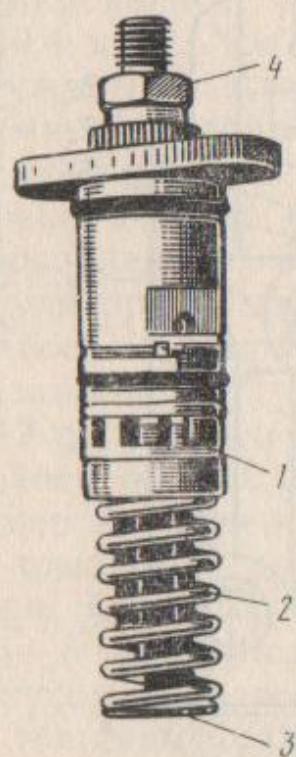
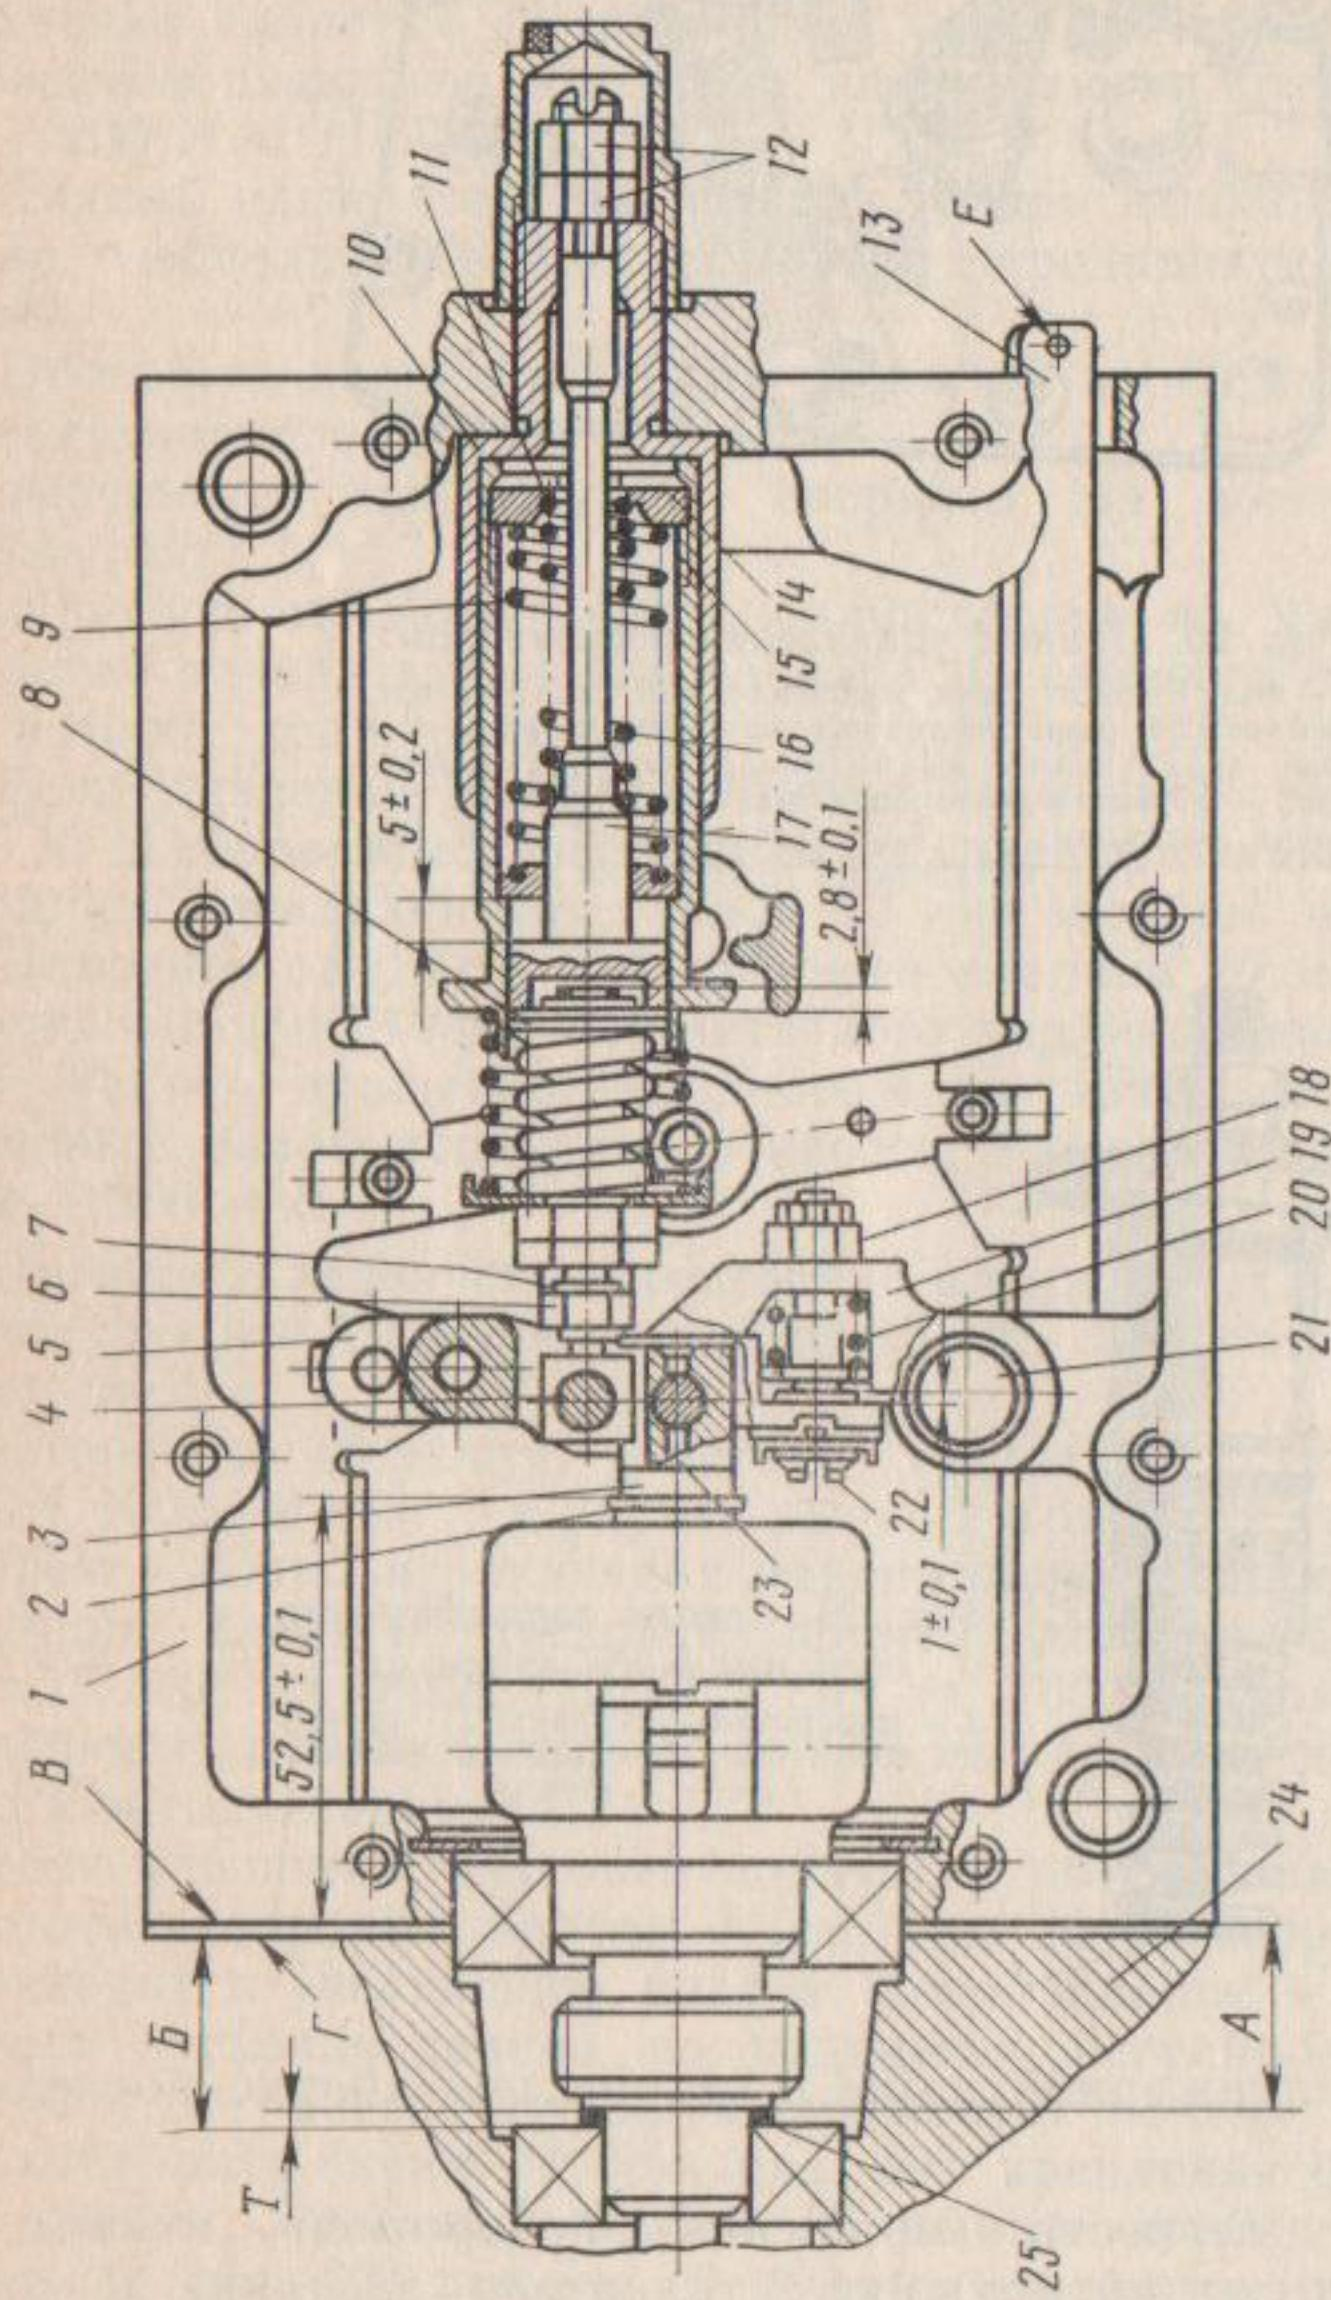

Рис. 21. Секция топливного насоса высокого давления:
Рис. 22. Регулятор частоты вращения:
Если пусковая подача не поддается регулировке, то секцию (рис. 21), не обеспечивающую пусковую подачу, замените, для чего отверните гайки 14 (см. рис. 19) крепления фланца 15 корпуса секции, резьбовые пробки 16, выньте пробки 16 рейки 17 и палец 21 (рис. 22) рычага 19 муфты; поверните рычаг 19 муфты вверх, откройте замок фиксатора рейки 17 (см. рис. 19) и выведите из зацепления поводки секций; выньте секцию из корпуса насоса.
- проверить легкость вращения поворотной втулки 1 (см. рис. 21) при сжатой пружине 2 толкателя; заедание не допускается;
- проверить зазор между опорной поверхностью тарелки 3 (см. рис. 21) толкателя, сопрягающейся с пятой 18 (см. рис. 19)
При полной или частичной разборке регулятора, замене державки грузов или связанных с ней деталей необходимо при сборке обеспечить точное расстояние от плоскости упорной тарелки 8 (см. рис. 22) до выступающего конца штока 4 прямого корректора, равное  $2,8 \pm 0,1$  мм. Шток 4 корректора должен быть тщательно застопорен гайкой 6. Предварительное натяжение пружины 20 обратного корректора, отрегулированное вращением его штока 22, должно составлять  $30 \pm 2$  Н ( $3 \pm 0,2$  кгс), а размер между упорными поверхностями рычага 19 муфты и рычага 5 рейки, равный  $1 \pm 0,1$  мм, устанавливают вращением гайки 18, удерживая шток 22 обратного корректора от проворота. После этого гайку 18 стопорят шплинтом. Предварительное натяжение пружины 9 регулятора, отрегулированное гайкой 14 стакана 15, должно быть  $20 \pm 4$  Н ( $2 \pm 0,4$  кгс). Ход штока 17 с наконечником в сборе под действием пружины 16 штока должен быть  $5 \pm 0,2$  мм; ход регулируется шайбами 11, которые устанавливаются в расточку гайки 14 стакана 15 и проверяются до установки стакана 15 в гильзу 10. После установки деталей регулятора в корпус насоса вводится калибр-приспособление 3 толщиной  $4 - 0,025$  мм между пятой 23 и муфтой 2 регулятора. Смешая державку грузов, ее необходимо установить в осевом направлении таким образом, чтобы ролики грузов были зажаты выступами державки и муфты, а размер от торца муфты 2 регулятора до привалочной плоскости В корпуса 1 ТНВД был равен  $52,5 \pm 0,1$  мм. Не меняя положения державки, замерьте размер А. Замерьте расстояние от привалочной плоскости Г задней крышки 24 до торца подшипника (размер Б) и определите толщину Т пакета регулировочных прокладок 25 по формуле:  $T = B + 0,6 - A$  ( $0,6$  — толщина прокладки между задней крышкой 24 и корпусом 1 насоса). Разность между расчетной и устанавливаемой толщиной пакета не должна превышать 0,1 мм.
Проведите регулировку величины средней цикловой подачи при частоте вращения  $900 \pm 10$  мин $^{-1}$  изменением выступания штока прямого корректора (см. рис. 22), предварительно сняв крышку регулятора.
Для этого расконтрите гайку 6 (см. рис. 22) и поверните втулку 7 штока 4 для увеличения подачи по часовой стрелке, а для уменьшения — против (если смотреть со стороны привода ТНВД). Величины средних цикловых подач при частоте вращения  $800 \pm 10$  мин $^{-1}$  и  $600 \pm 10$  мин $^{-1}$  регулируются с помощью обратного корректора изменением предварительного сжатия его пружины 20. Для этого вращают шток 22 за гайку 18 со вставленным шплинтом. При вращении гайки 18 против часовой стрелки подача увеличивается, по часовой — уменьшается. При частоте вращения 600 мин $^{-1}$  регулировка осуществляется изменением хода обратного корректора. Для этого гайку 18 вращают без шплинта по часовой стрелке — подача увеличивается, против — уменьшается.